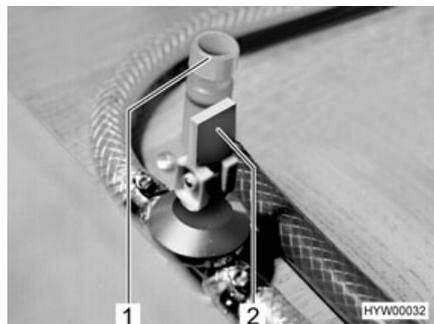

Fig. 135 Robinets de vidange pour chauffe-eau Truma
- Fermer tous les robinets de vidange pour chauffe-eau. Pour cela, mettre le levier à bascule (Fig. 135,2) à l'horizontale et faire tourner le capuchon (Fig. 135,1) dans le sens des aiguilles d'une montre.
- Ouvrir tous les robinets de vidange pour chauffe-eau. Pour ce faire, placer le levier à bascule (Fig. 135,2) à la verticale et faire tourner le capuchon (Fig. 135,1) dans le sens inverse des aiguilles d'une montre.